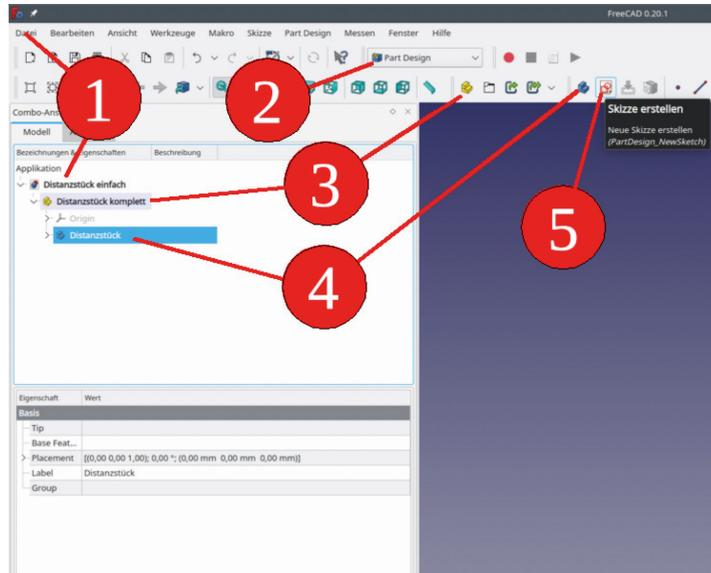

Bild 4-1
Durch Klicken des gelben "Part"-Icons aus dem Menü (Bild 4-1) erzeugen wir den Std-Part-Container. Dieser liefert in seiner Hierarchiestufe bereits das (ausgegraute) Koordinatensystem "Origin" mit. Wir speichern die Datei mit dem Menüpunkt "Datei | speichern unter..." als "Distanzstück einfach" ab. Dem Std-Part-Container geben wir nach Rechtsklicken und der Auswahl "Umbenennen" im Kontextmenü den klingenden Namen "Distanzstück komplett". Dies wirkt in diesem Falle etwas übertrieben – besteht das Distanzstück doch nur aus einem einzigen Körper. Es ist aber praktisch, bei der Namensgebung gleich mehrere Körper mitzudenken. Beim Distanzstück könnten wir später, um bei der weiteren Verwendung Arbeit zu sparen, gleich noch Befestigungsschraube, Scheibe und Mutter mit in den Container packen.
Als letzte Vorbereitung aktivieren wir den Std-Part-Container "Distanzstück komplett" durch Doppelklicken (der Titel erscheint aktiviert in der Baumansicht in Fettdruck) und wählen im Menü das blaue "Körper" (Body)-Icon. Den Körper benennen wir schließlich mit dem Kontextmenü (oder durch Markieren und Drücken von F2) in "Distanzstück" um. Bild 4-1 gibt bereits den Zustand des Hauptfensters nach diesen Vorbereitungen wieder.
2. Jetzt soll also das erste Teil entstehen. Dazu kann man den Querschnitt des Distanzstückes in Form einer Skizze definieren. Klickt man auf das Icon "Skizze erstellen" im Menü (Bild 4-1), werden die gerade ausgeblendeten Ebenen wieder angezeigt und es öffnet sich der Reiter "Aufgaben". Dort wählen wir, worauf skizziert werden soll. Wir wählen die XY-Plane001 und bestätigen mit dem Button "OK" ganz oben auf dem Formular (ggf. hochscrollen). Der Arbeitsbereich Sketcher öffnet sich. Damit verändert sich nicht nur die Auswahl an Icons im Menü, es erscheinen im Aufgabenfenster auch mehrere Bereiche, die sich im Laufe des Zeichnens füllen werden.